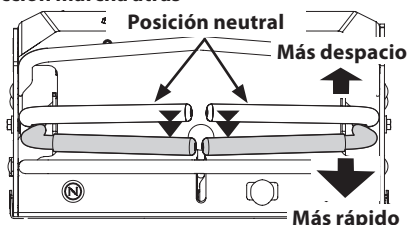

Fig. 13
1. Mueva las dos palancas de control lenta y suavemente hacia atrás. La cortadora de césped comenzará a desplazarse hacia atrás (Fig. 13).